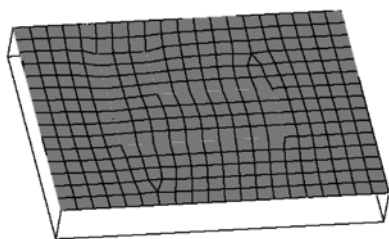

图 5-30 基座上表面划分二维网格
- (2) 在模型浏览窗口，隐藏除 base 外的其他组件。
- (3) 通过以下任一种方式进入 automesh 面板。
- (4) 在图形区选择包含 L 形面的基座上表面。
- (5) 进入 size and bias 子面板。
- (6) 将 meshing mode 设置为 automatic。
- (7) 在 element size=栏中输入 10，设置网格尺寸为 10 个单位。
- (8) 将 element type 设置为 quads。
- (9) 单击 mesh 按钮。网格如图 5-30 所示。
- (10) 单击 return 按钮返回主面板。